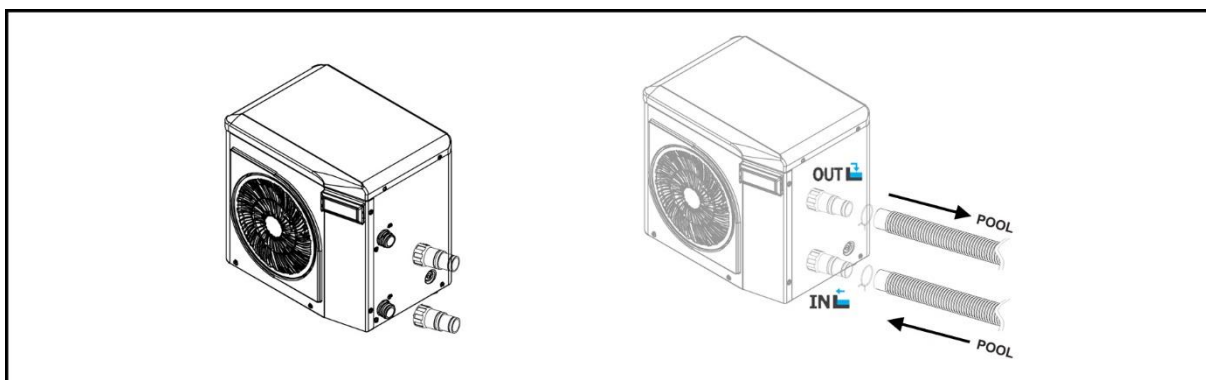

Fig. 4
- Raccordez à présent le flexible de la piscine qui connecte la pompe de circulation au raccord inférieur (IN).
- Raccordez à présent le flexible de la piscine au raccord supérieur (OUT) en direction de la piscine (fig. 4).